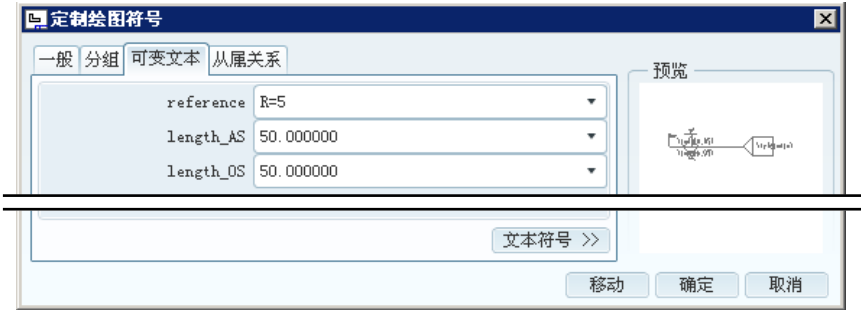

图 5.8.11 “可变文本”选项卡
- (2) 在“定制绘图符号”对话框中打开 **一般** 选项卡，在 **属性** 区域的 **高度** 文本框中输入高度值 3，其他参数采用系统默认值。
- (3) 在“定制绘图符号”对话框中打开 **可变文本** 选项卡，详细设置如图 5.8.11 所示。
- (4) 单击 **确定** 按钮，完成焊接符号的显示和定制。